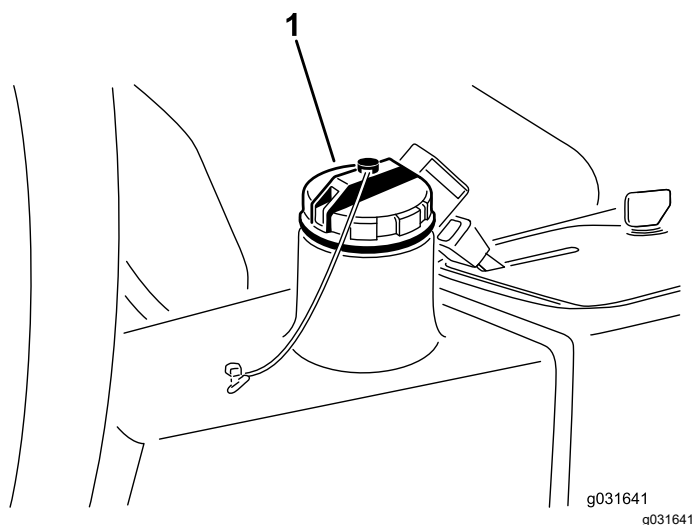

图 62
2. 清理加油颈和液压油箱盖周围的区域图 62 。
3. 卸下液压油箱盖图 62。